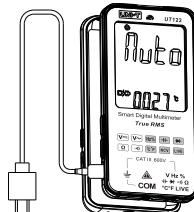

图4
## 十. 保养和维护(见图4)
- c. 锂电池充电(见图4)